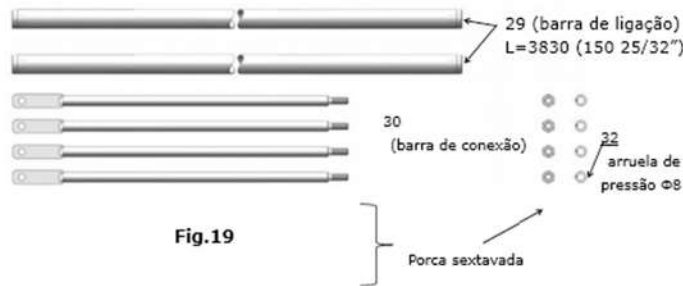

Fig.19
1. Um conjunto da barra de ligação do dispositivo de segurança inclui uma barra de ligação, duas barras de conexão e todas as peças (ver fig. 19).